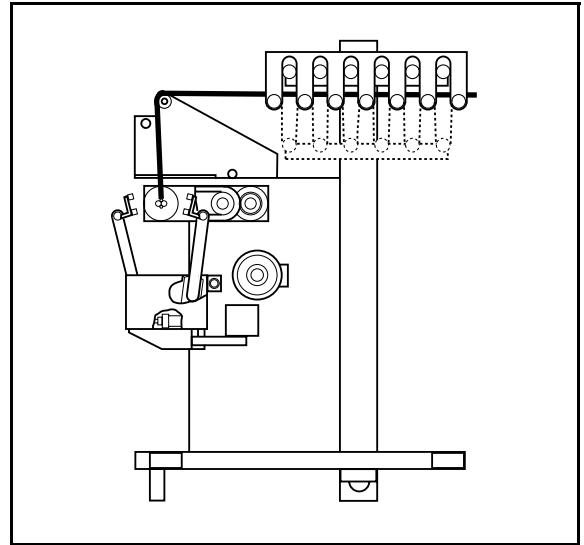

Abb. 33 Einfädeln der Bahn
- 1 Fädeln Sie das freie Ende der Bahn durch den Schlitz zwischen den Spannrollen in den Akkumulator. Abb. 33.